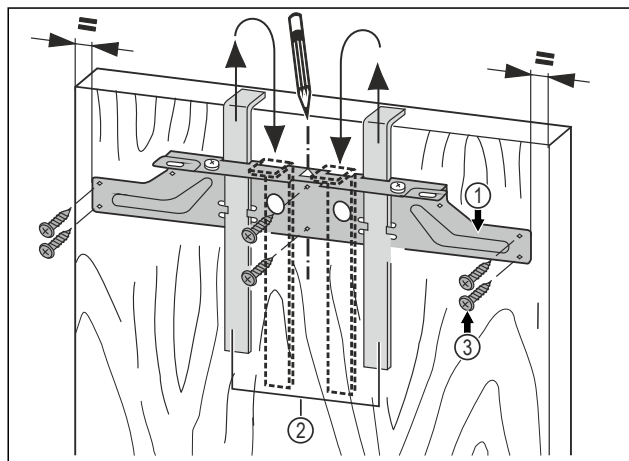

Fig. 44
- ▶ Objesite pričvrsnu poprečnu letvicu Fig. 44 (1) s pomoću montažnih pomagala Fig. 44 (2) na unutarnju stranu vrata namještaja.
- ▶ Poravnajte pričvrsnu poprečnu letvicu Fig. 44 (1) u sredini na vratima.
- ▶ Pričvrstite pričvrsnu poprečnu letvicu Fig. 44 (1) s pomoću najmanje 6 vijaka Fig. 44 (3).
- ▶ Pričvrstite pričvrsnu poprečnu letvicu Fig. 44 (1) s pomoću 4 vijaka Fig. 44 (3) na rubu.
- ▶ Izvucite montažna pomagala Fig. 44 (2) prema gore i utaknite ih okrenute u susjedne prihvatne otvore.